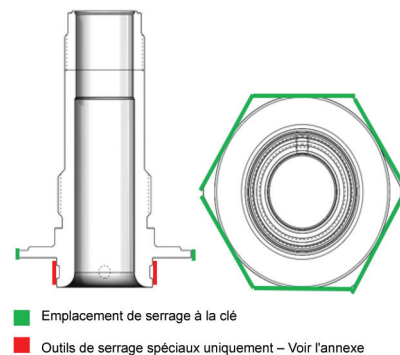

Figure 33 : Emplacements de serrage de la buse de détection intégrée
- À l'aide d'une clé/douille, desserrez la buse à l'emplacement de la clé sur la figure 33.
- À l'aide d'un mandrin à trois ou quatre mors soudés verticalement dans un support boulonné à un sol en béton ou de l'outil de montage de buse 1900/2900 avec l'insert d'outil de serrage de buse de détection intégrée 2900 correct selon le schéma de la section XXIII, desserrez la buse à l'emplacement des outils spéciaux uniquement illustré sur la figure 33.